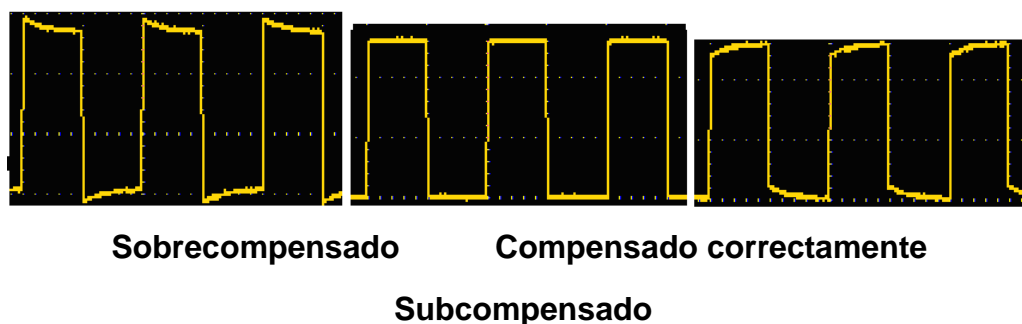
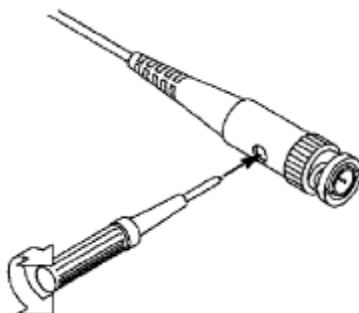

Figura 3-6 Formas de onda mostradas de la compensación de la sonda
Figura 3-7 Ajustar la sonda
2. Compruebe las formas de onda mostradas y regule la sonda hasta conseguir una compensación correcta (ver *Figura 3-6* y *Figura 3-7*).